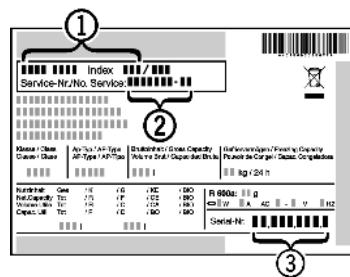

Fig. 6
- Прочетете от идентификационната табелка описание на уреда Fig. 6 (1), сервизния № Fig. 6 (2) и серийния № Fig. 6 (3). Идентификационната табелка се намира на лявата вътрешна стена на уреда.
- Обадете се на сервизната служба и посочете неизправността, описането на уреда Fig. 6 (1), сервизния № Fig. 6 (2) и серийния № Fig. 6 (3).